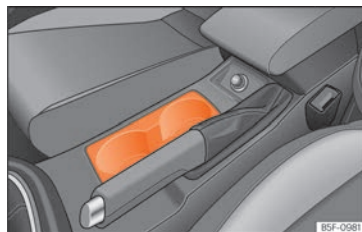

Fig. 167 Consola central: portabebidas delantero.
- Ponga las bebidas en el soporte » **fig. 167.** Se pueden poner dos bebidas. En los revestimientos de las puertas hay la posibilidad de poner también botellas de plástico más grandes.